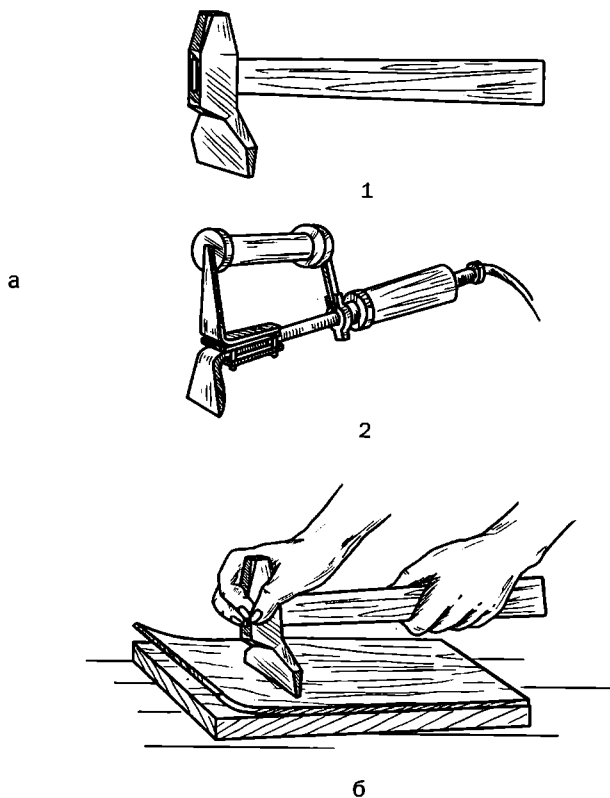

Рис. 75. Процесс облицовывания впритирку:
4. Для притирки (рис. 75) используется специальный молоток, который может иметь или не иметь подогрев. Процесс осуществляется следующим образом. Основу нужно покрыть шпоном, на который нанесен клеевой состав, и притирать, перемещая инструмент вдоль волокон и в направлении от середины к краям. Лишний клей при этом выдавливается. Чтобы шпон не скручивался, его следует слегка смочить водой.